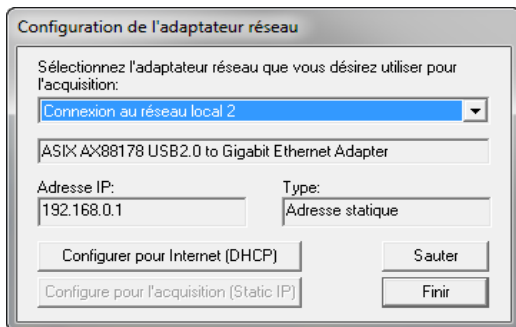

Figure 9-4 Configuration de l'adaptateur réseau pour la connexion à une unité
1. Cliquez à droite sur l'icône serveur Bootp (Figure 9-4 à la page 462) dans la zone Navigation dans la barre des tâches de Windows.
3. Effectuez les tâches suivantes dans la boîte de dialogue **Configuration de l'adaptateur réseau** (voir la Figure 9-4 à la page 462) :